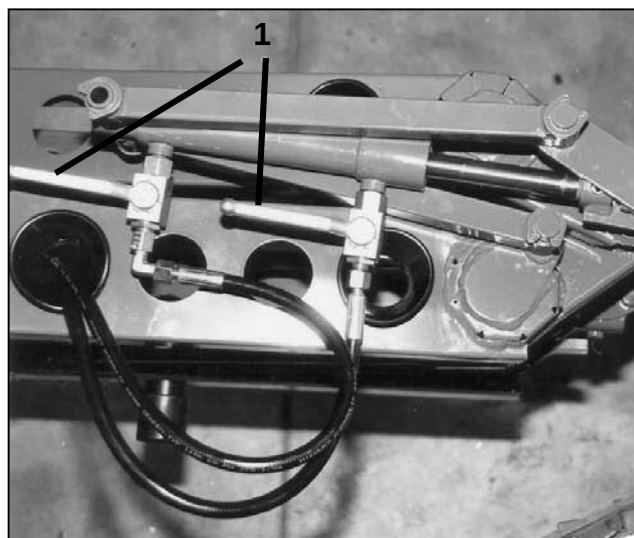
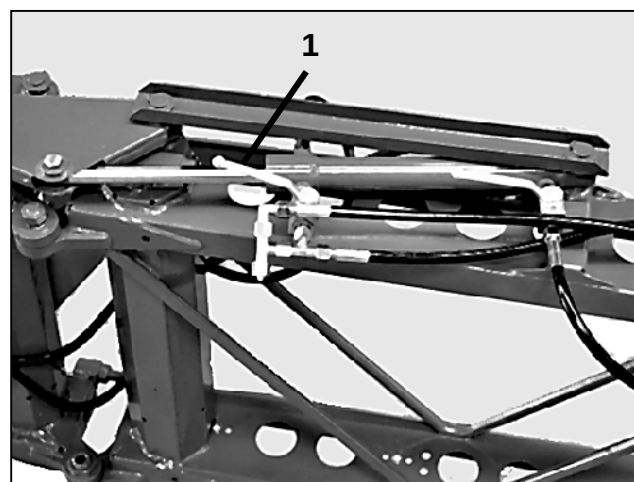

Fig. 8.42
Fig. 8.43
Når der skal arbejdes med den symmetriske reducere af arbejdsbredden på sprøjtebommen, er det nødvendigt af have "reducing af arbejdsbredde på Super-S-bommen" monteret på sprøjten. For hver cylinder skal der aktiveres 2 kuglehaner (fig. 8.42/1 eller fig. 8.43/1).
- Før ulæggerne skal foldes ud, skal henholdsvis kuglehanerne (fig. 8.42/1) til de yderste led, f.eks. reducere af arbejdsbredden fra 24 m til 18 m, eller kuglehanerne (fig. 8.43/1) til de inderste udlæggelementer, til reducere til 12 m arbejdsbredde, lukkes.